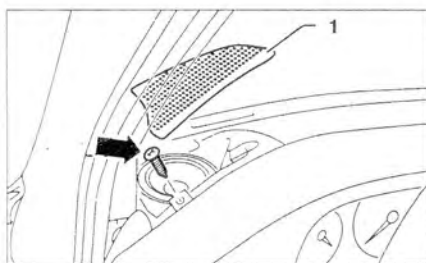

Рис. 9.13. Снимите панель 1 динамика и открутите винт (стрелка).
1. Снимите панель 1 динамика и открутите винт (стрелка) (рис. 9.13).